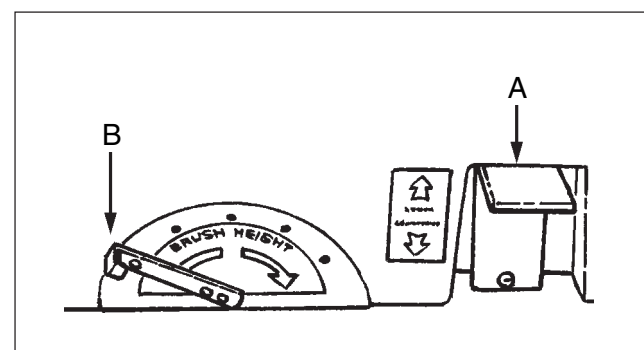

Figure 3
2. La pédale doit être soulevée en position « Brosse » (figure 3, A) pour une aspiration sur une plus grande surface.
3. Ajustez la hauteur de la brosse à l'aide du levier situé à l'arrière de la machine, près du sol (figure 3, B).